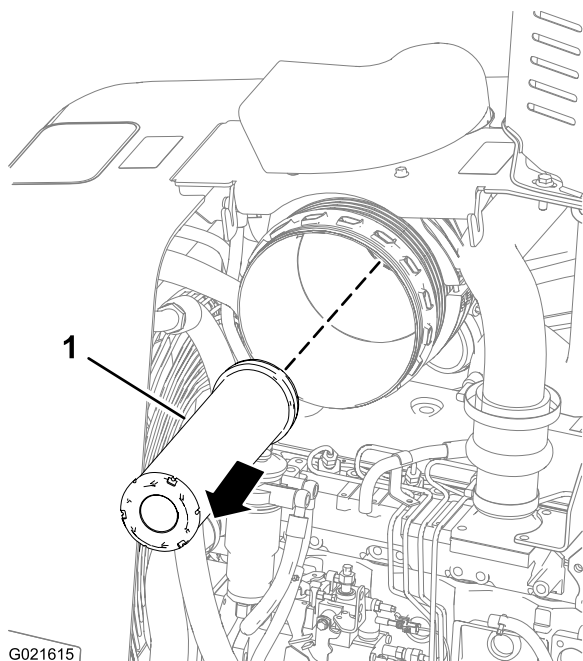

Bild 52
Ziehen Sie den sekundären Luftfiltereinsatz nach außen und nehmen es aus dem Luftfiltergehäuse heraus (Bild 52).
4. Setzen Sie den neuen sekundären Luftfiltereinsatz in das Luftfiltergehäuse ein (Bild 52).